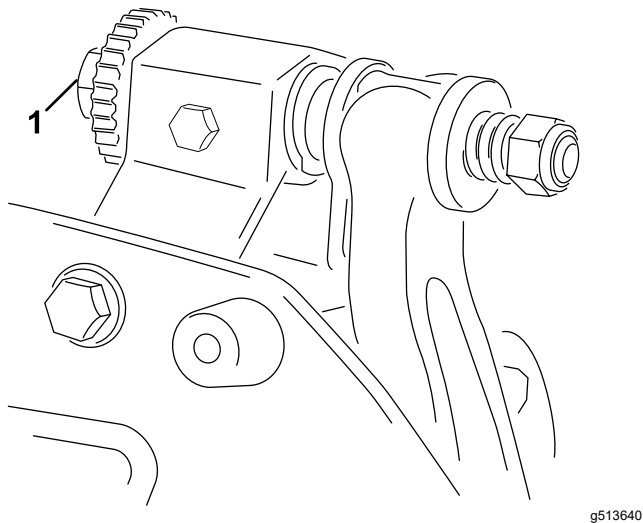

Figura 10
- A. Rode os parafusos de ajuste da barra de apoio no sentido dos ponteiros do relógio (**Figura 10**), um clique de cada vez, até que se veja e ouça um leve contacto.
6. Rode o parafuso de ajuste da barra de apoio direita (**Figura 10**) até sentir uma ligeira pressão no calço deslizando-o de um lado para o outro. Retire o calço.